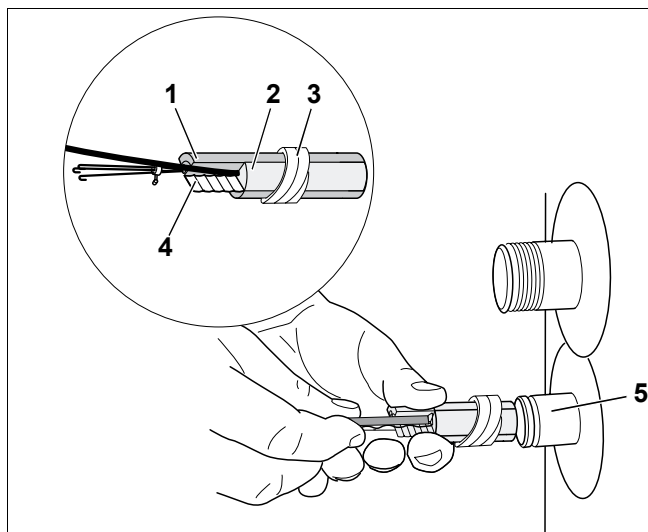

Рис. 7 Установка датчика горячей воды
- Комплект с датчиком (рис. 7, поз. 1 - 4) вставить до упора в гильзу (рис. 7, поз. 5). При этом пластмассовая спираль (рис. 7, поз. 3), прижимающая датчик, автоматически сдвигается назад.
Компенсационная пружина (рис. 7, поз. 4) создает контакт между гильзой и поверхностью датчика, что обеспечивает надежную передачу температуры.